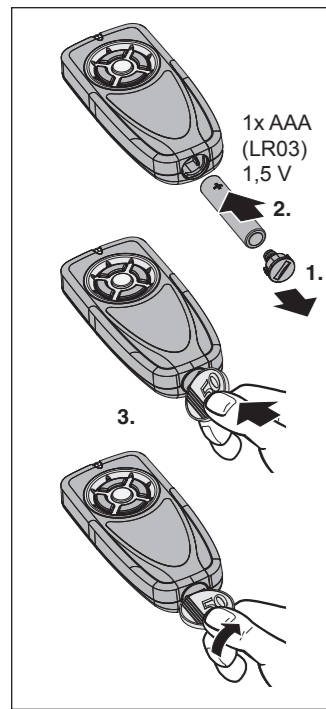

Fig. 2
3.1 Batterie wechseln / einlegen (Fig. 2)
3.1 Introduction / Changement de la pile (fig. 2)